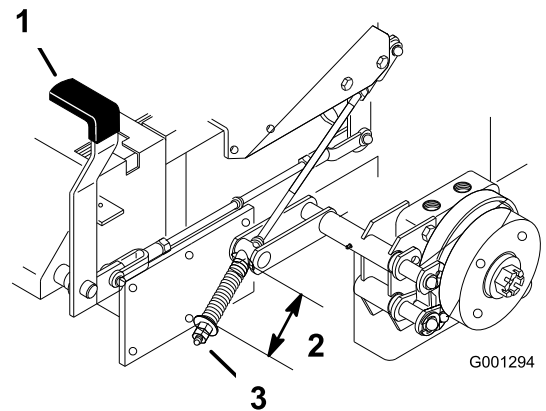

Figura 62
2. Misurate la lunghezza della molla. La misura tra le rondelle deve essere di 64 mm (Figura 62).
3. Nel caso in cui occorra effettuare una regolazione, rilasciate il freno di stazionamento, allentate il controdado sotto la molla e serrate il dado immediatamente sottostante la molla (Figura 62). Girate il dado in senso orario per accorciare la molla, o in senso antiorario per allungarla.